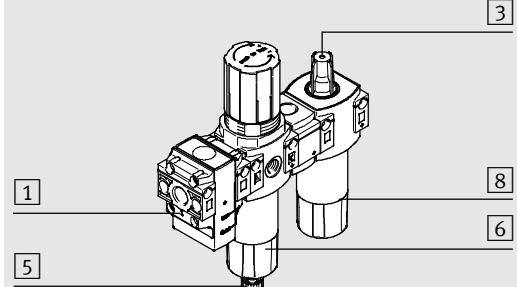
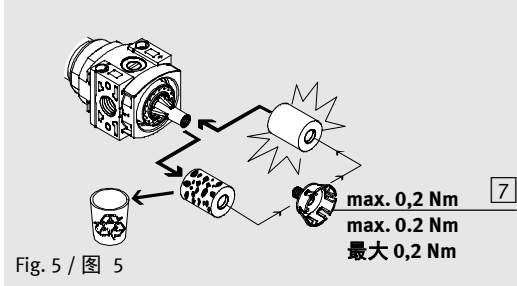

Fig. 4 / 图 4
Fig. 5 / 图 5
- Durchflussrichtung von 1 nach 2 beachten. Als Orientierung dienen die Ziffern 1 (→ Fig. 4) auf dem Produktgehäuse.
3. Regulierschraube 3 (→ Fig. 4) im Schauglas drehen bis die gewünschte Ölmenge eingestellt ist.
- Wechsel der Filterpatrone (→ Fig. 4 und Fig. 5):
Bei Ölstand an Ölerschale-Unterkante am FRC (→ Fig. 4):
- Observe the flow direction from 1 to 2. The numbers 1 (→ Fig. 4) on the product housing serve as a guide.